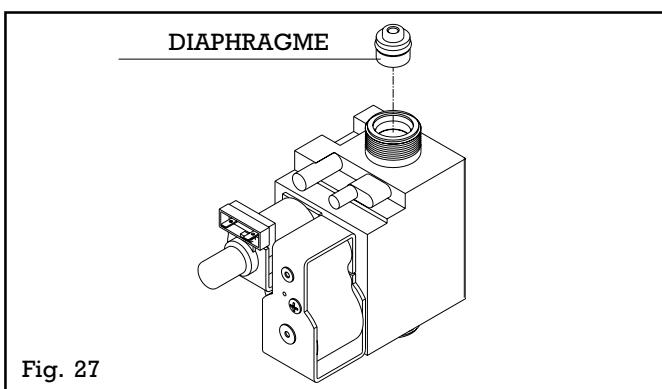

Fig. 27
- démonter la tuyauterie gaz au niveau de la vanne gaz et retirer le diaphragme placé à la sortie de celle-ci dans le cas d'une transformation au GPL (fig.27). Mettre en place le diaphragme fourni avec le set dans le cas d'une transformation aux gaz naturels